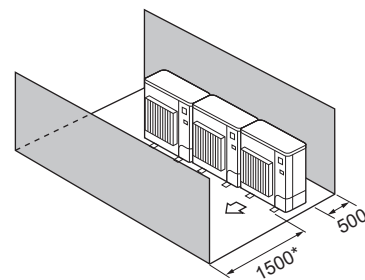

Fig. 2-16
- ④ Кедергілер тек алдыңғы және артқы жағында (Fig. 2-16)